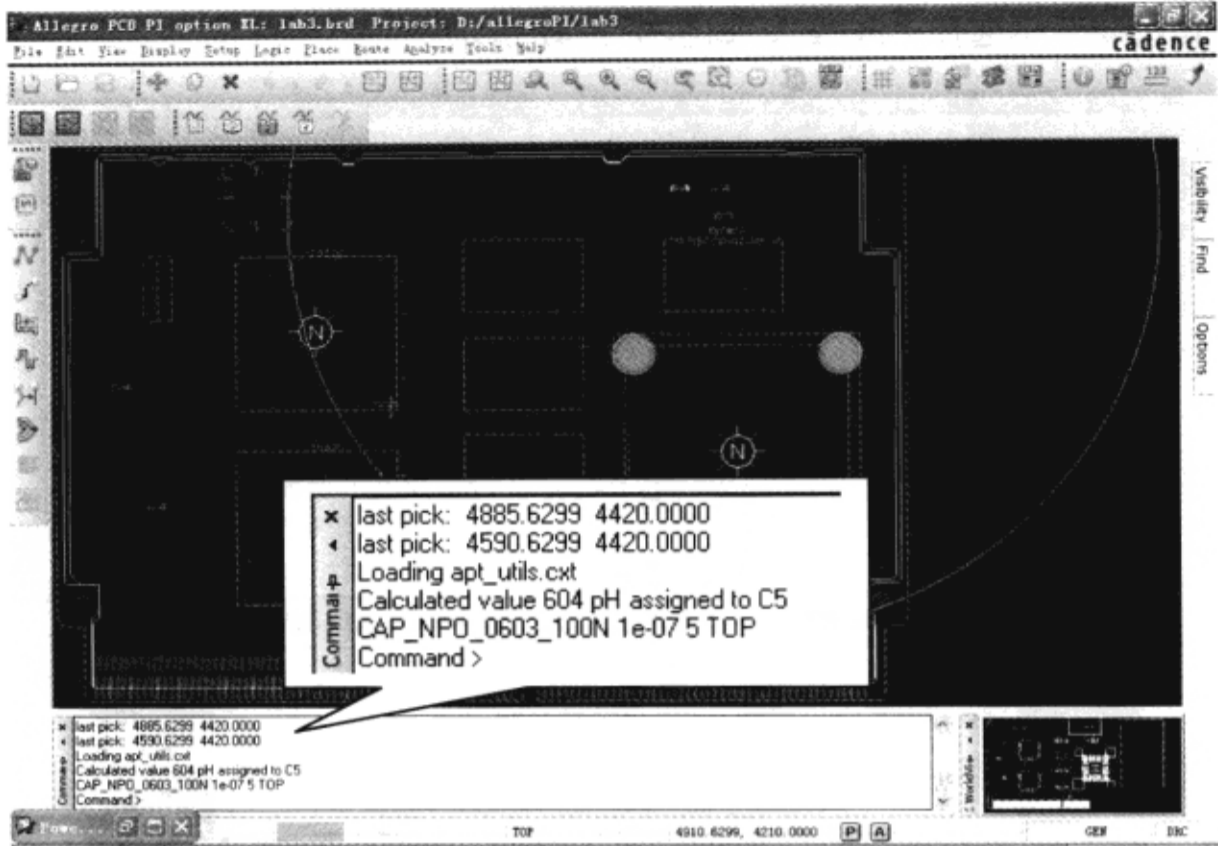

图 9-7-39 计算所摆放电容器的贴装电感值
(5) 按照上面的步骤摆放其中的一个电容器，此时电源完整性工具会花费一些时间计算贴装电感值。在 Allegro PCB PI option XL 窗口底部的命令窗口会显示相关的信息，图 9-7-39 中所显示的信息为：电源完整性工具计算得出的贴装电感值为 604pH，并把这个值分配给 C5。